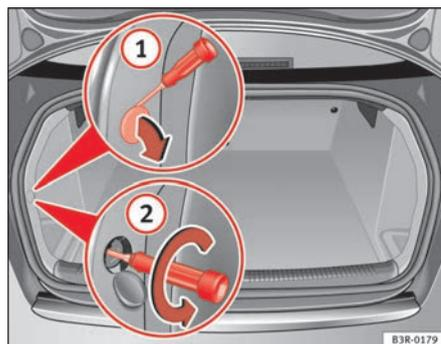
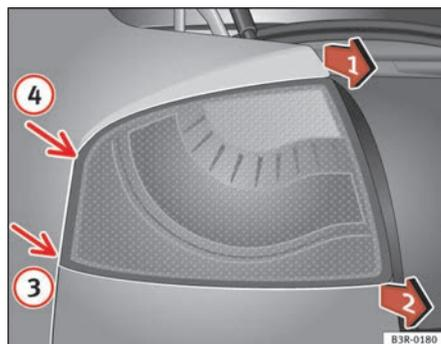

Abb. 208 Gepäckraum: Lage der Befestigungsschraube für Heckleuchte
Abb. 209 Ausbau der Heckleuchte im Seitenteil
- Hebeln Sie die Abdeckung an der Aussparung mit dem Schraubendreher ab ⇒ Abb. 208 ①.
- Lösen Sie die dahinterliegende Schraube mit dem Schraubendreher (Pfeile) ②.
- Ziehen Sie abwechselnd in Pfeilrichtungen ⇒ Abb. 209 Positionen ③ und ④) löst.